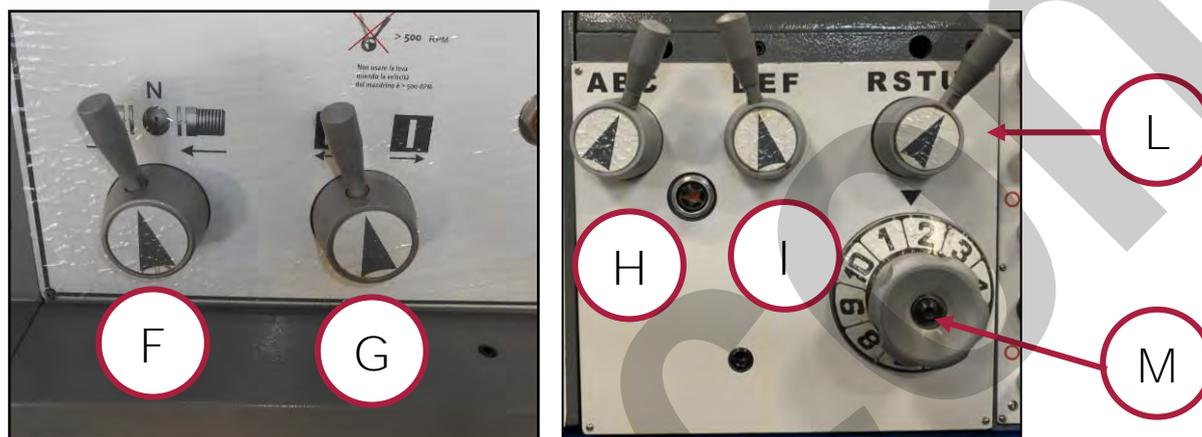

Figura 19 – Manopole di regolazione avanzamenti.
Il quadro per la regolazione della velocità degli avanzamenti automatici (vedere la Figura 19), è posizionato nella parte sinistra della macchina, sotto al quadro per la regolazione del range di velocità di rotazione del mandrino.
La selezione delle diverse velocità avviene attraverso cinque selettori rotativi a manopola che comandano il cambio di velocità ad ingranaggi (rif. G, H, I, L, M in Figura 19). Vi è, inoltre, una sesta manopola per la selezione del senso di avanzamento del carrello (rif. F in Figura 19).
- Azionare la manopola (F), selezionando il senso di avanzamento (verso destra o sinistra) del carrello (vedere la Figura 19);
- Posizionare le manopole (G), (H), (I), (L) e (M) (in Figura 19) secondo le indicazioni riportate nel presente manuale o nella targa delle velocità degli avanzamenti installata direttamente sulla macchina.